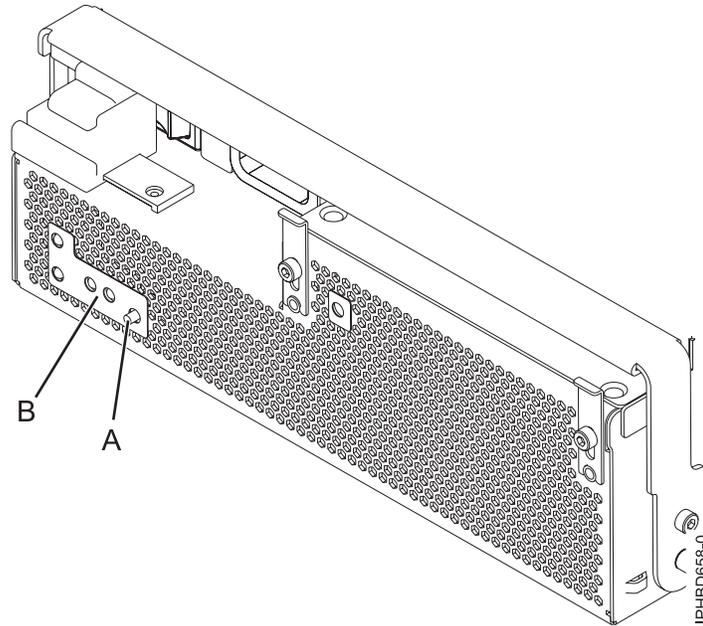
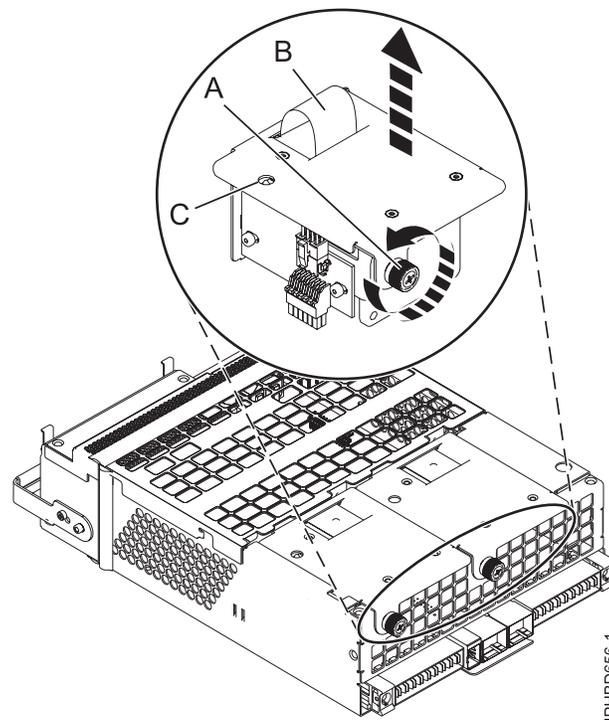

Figure 60. Bouton d'identification du ventilateur et voyant d'incident ventilateur
Figure 61. Retrait d'un ventilateur
Remarque : Si un ventilateur est défaillant, le voyant orange d'incident ventilateur (**B**) à l'avant de l'OCA (Offline Converter Assembly), comme illustré à la figure 60, à la page 77, est allumé de manière fixe.
- a. Pour identifier le ventilateur défaillant, appuyez sur le bouton d'identification du ventilateur (A), comme illustré à la figure 60. Un voyant d'incident ventilateur orange (C) allumé de manière fixe à droite ou à gauche, comme illustré à la figure 61, indique un ventilateur défaillant.
- b. Dévissez la vis moletée (A) qui fixe le ventilateur au bloc d'alimentation, comme illustré à la figure 61.
- c. Utilisez la poignée du ventilateur encastré (B) pour extraire le ventilateur du bloc d'alimentation comme illustré à la figure 61, à la page 77.